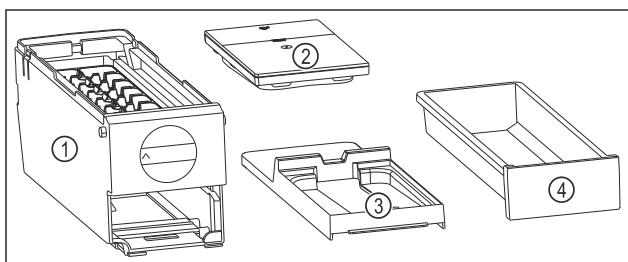

Fig. 78 Компоненти EasyTwist-Ice
- EasyTwist-Ice складається з чотирьох частин. (див. Fig. 78)
- Розбирайте EasyTwist-Ice тільки на зображені компоненти. (див. Fig. 78)
- Очистіть корпус EasyTwist-Ice Fig. 78 (1) без розбирання.